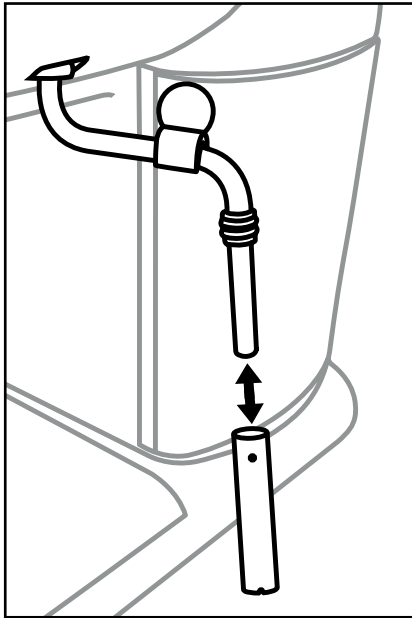

Figure 1
- 1) Tenez un récipient vide sous le mousseur à lait ❹.
- 2) Directement après utilisation, tournez le régulateur de vapeur ❷ sur « ☺ » et laissez s'échapper la vapeur pendant quelques secondes.
- 3) Fermez le régulateur de vapeur ❷ (tourner vers « 0 » jusqu'en butée), éteignez l'appareil et débranchez la fiche secteur.
- 5) Retirez la gaine du mousseur à lait ❺ (figure 1) et la nettoyer soigneusement à l'eau chaude.
- 7) Glissez à nouveau la gaine sur la buse (figure 1).